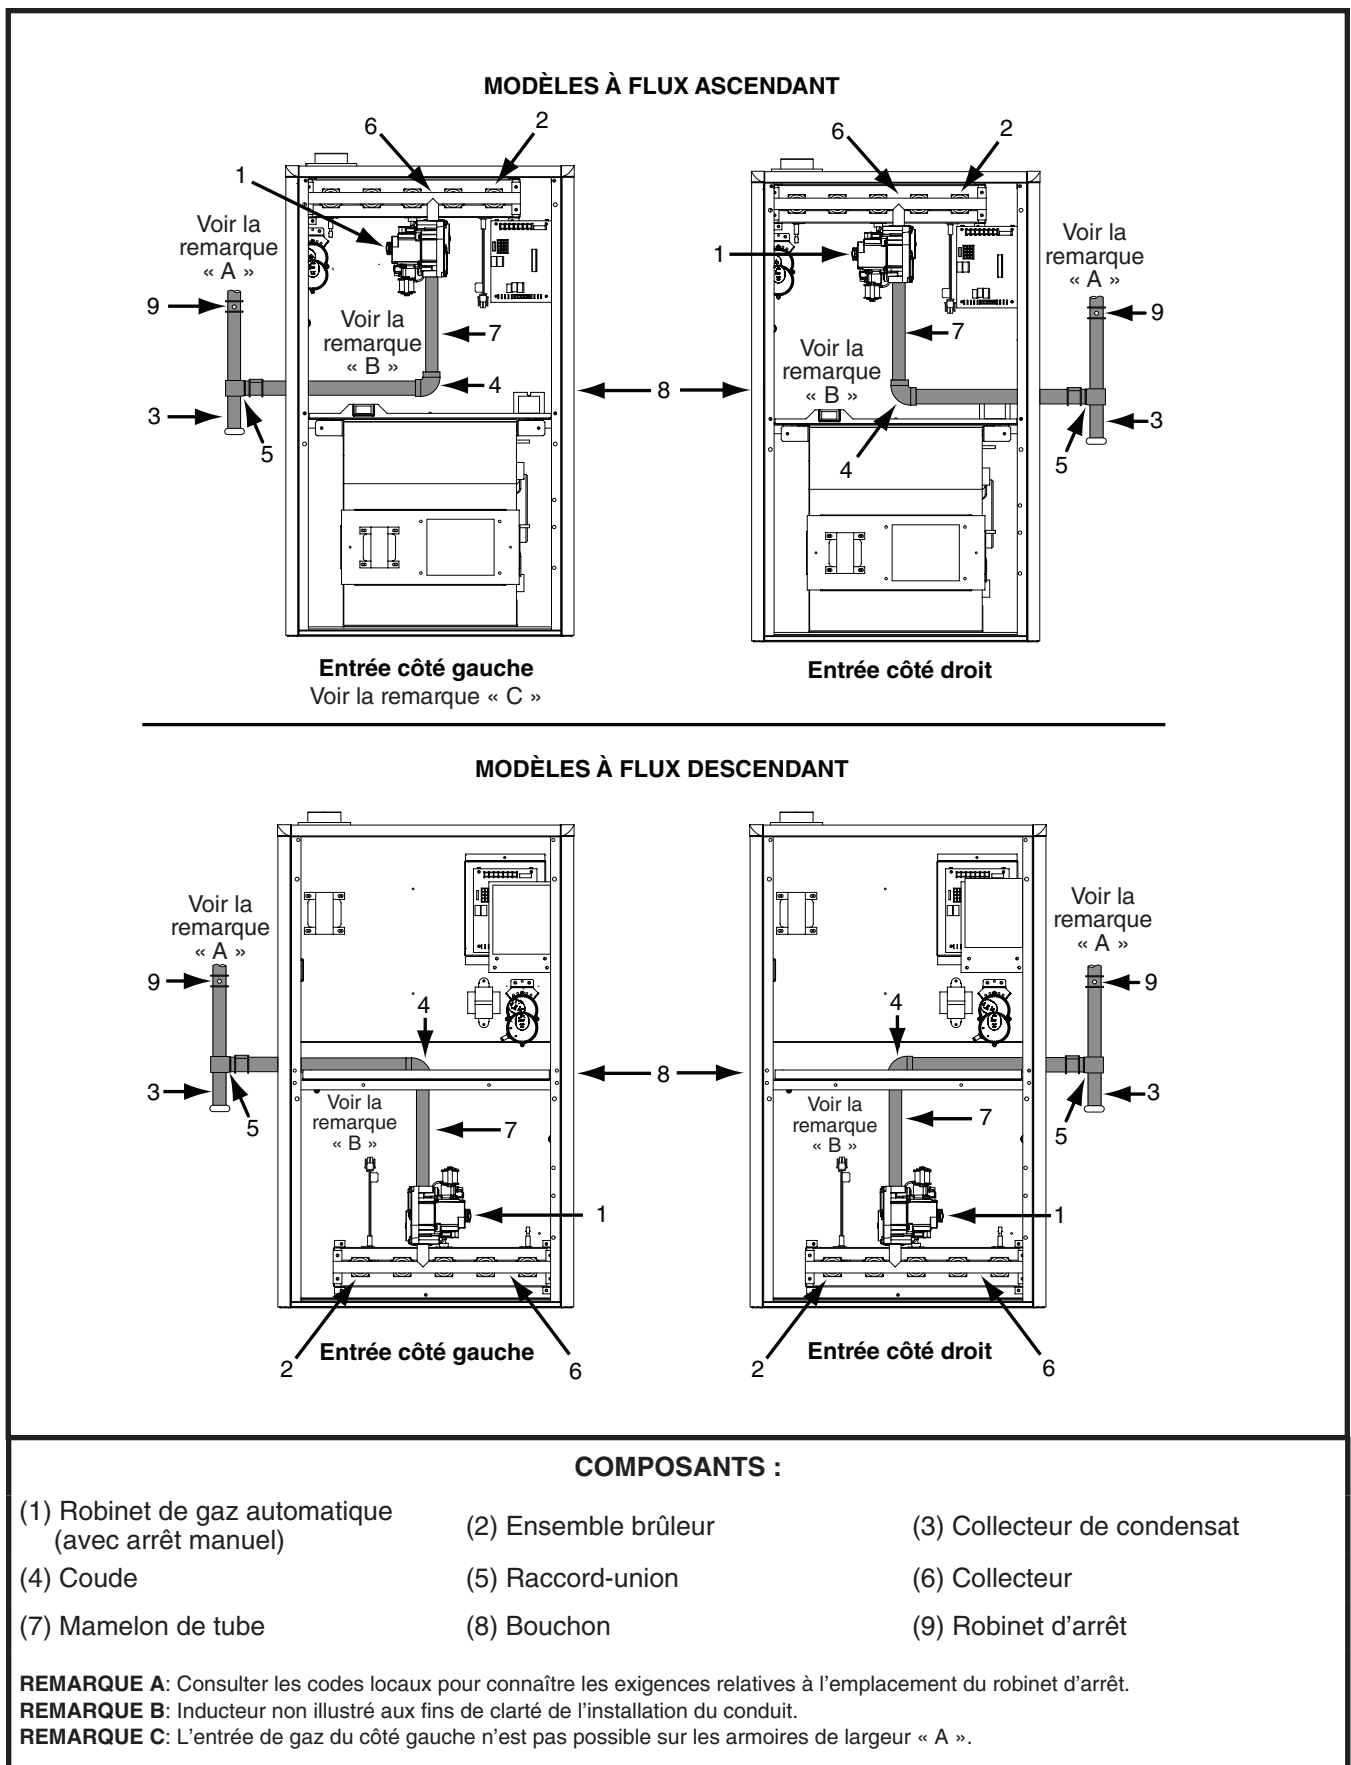

Figure 18. Raccordements de gaz typiques
- Certaines réglementations locales exigent l'installation d'un robinet d'arrêt principal manuel et d'un raccordement de mise à la terre à l'extérieur du générateur d'air chaud. Le robinet d'arrêt doit être facilement accessible pour l'entretien ou l'utilisation d'urgence. Communiquer avec le service public local ou le fournisseur de gaz pour connaître les exigences supplémentaires relatives à l'emplacement du robinet d'arrêt de gaz principal manuel. Consulter la Figure 18 \(page 21\).
- Il faut installer un collecteur de condensat dans la longueur de conduit verticale acheminée jusqu'à l'appareil. Consulter la Figure 18.
Au moment de raccorder l'alimentation en gaz, prévoir un dégagement entre la conduite d'alimentation de gaz et le trou d'entrée dans le boîtier du générateur d'air chaud pour éviter les bruits non désirés ou les dommages au générateur d'air chaud. Raccordements de gaz typiques, comme indiqué à la Figure 18.